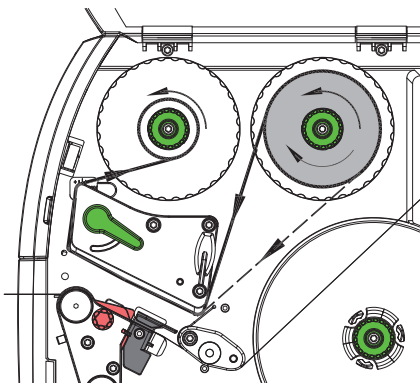

Bild 18 Transferfolienlauf
2. Hebel (6) in Gegenuhrzeigerrichtung drehen, um den Druckkopf anzuheben.
3. Transferfolienrolle (1) so auf den Abwickler (2) schieben, dass die Farbbeschichtung der Folie beim Abwickeln nach unten weist.
4. Rolle (1) so auf dem Abwickler positionieren, dass beide Enden der Rolle bei identischen Skalenwerten liegen.
5. Transferfolienrolle (1) festhalten und Drehknopf am Abwickler (3) gegen den Uhrzeigersinn drehen, bis die Transferfolienrolle fixiert ist.
6. Geeigneten Transferfolienkern (4) auf den Transferfolienaufwickler (5) schieben und in gleicher Weise fixieren.
7. Transferfolie wie in Bild 18 durch die Druckbaugruppe führen.
8. Transferfolienanfang mit einem Klebestreifen am Transferfolienkern (4) fixieren. Hierbei die Rotationsrichtung des Transferfolienaufwicklers entgegen dem Uhrzeigersinn beachten.
9. Transferfolienaufwickler (5) entgegen dem Uhrzeigersinn drehen, um den Transferfolienlauf zu glätten.
10. Hebel (6) in Uhrzeigerrichtung drehen, um den Druckkopf zu verriegeln.